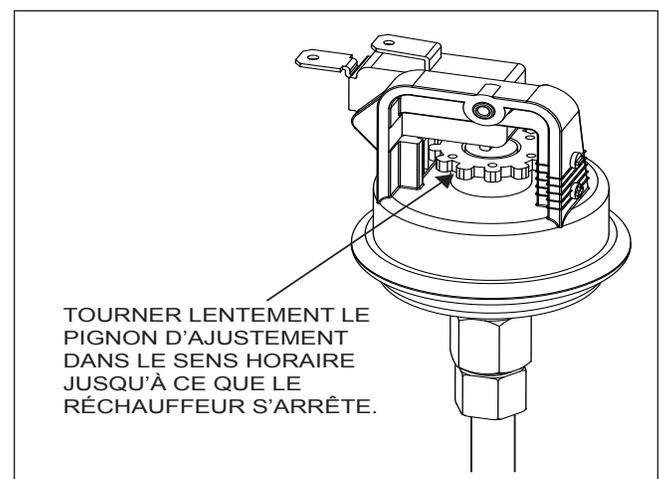

Figure 33. Réglage du pressostat
Pour régler le pressostat, référez-vous à la figure 33 et suivez les étapes ci-dessous :
4. Retirer les bouchons des vidangeurs du collecteur d'entrée et de sortie et du collecteur de retour, voir figure 33 et les sections 11.3 et 11.4, puis vidanger totalement le réchauffeur avant l'arrivée du premier gel.